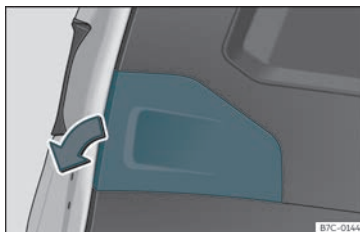

Fig. 51 Porta da bagageira aberta: retirar a tampa.
- Retirar a tampa da porta da bagageira no sentido da seta»» Fig. 51.